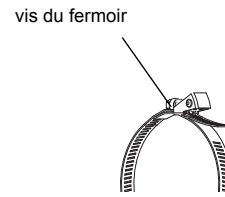

Fig. 9.14: Fermeture rapide avec sangle de fixation
- Faites passer la sangle de fixation autour de la conduite et à travers le fermoir (voir Fig. 9.14).